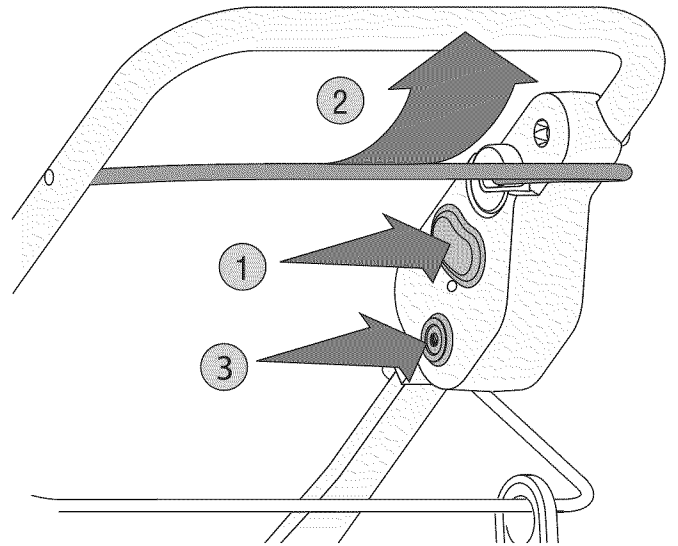

Fig. 6
4. Oprima el botón arrancador (rojo) y manténgalo oprimido (Fig. 6, no. 1). **NOTA:** Al arrancar el motor de la cultivadora también se inicia la acción de cultivar.
5. Mientras mantiene oprimido el botón arrancador, haga pivotar el gancho hacia arriba contra la manija (Fig. 6, no. 2) para arrancar el motor y engranar los dientes.
2. Oprima el interruptor de protección contra sobrecarga para restablecer (Fig. 6, no. 3).